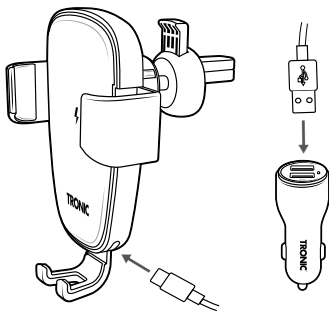

Abb. 1
- ◆ Verbinden Sie die Kfz-Halterung über das Ladekabel **11** mit dem Kfz/USB-Adapter **10**, siehe Abb. 1.